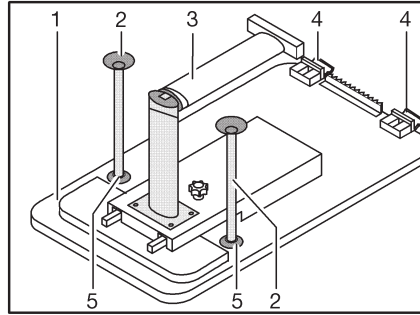

Fig. 75 Base de cama
- Levantar ligeramente por delante el tablero de la mesa (Fig. 75,1).
- Desbloquear en la articulación la pata de la mesa (Fig. 75,3) y plegar.
- Girar el tablero de la mesa aprox. 45° hacia arriba y desenganchar los soportes (Fig. 75,4) de la guía de sujeción superior.
- Según el modelo, encajar los dos pies de apoyo adicionales (Fig. 75,2) en los alojamientos (Fig. 75,5) en el lado inferior del tablero de la mesa.